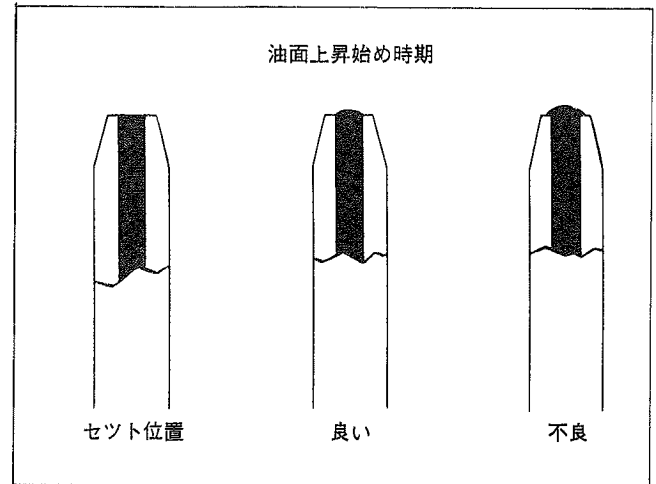

図4-303 点検用パイプの油面の見方
7. 油面が図4-303の「良い」のように盛り上がり始めたところでエンジンを回すのを止め、クランク プーリ切り欠きの右側（プーリ正面から見て）とポイントが合っているか点検し、合っていない場合は調整する。